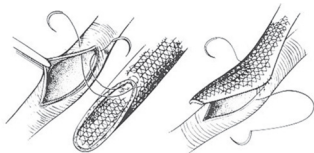

Abb. 9
2. Monofilament-Polypropylen ist das bevorzugte Nahtmaterial. Während des Nähens die Kanten der Prothese evertieren und sicherstellen, dass die volle Wandstärke und eine Netzöse mit jedem Stich aufgenommen werden (Abb. 9).